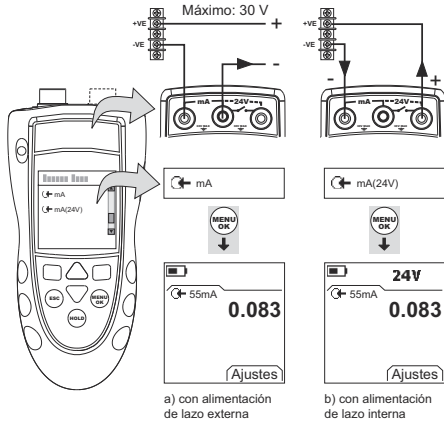

Figura 7: Ejemplo de configuración - Medición de mA
1. Conecte el instrumento (Figura 7) y, si es necesario, ajuste la opción Configurar (Tabla 1).
1. Sólo DP1802/802P. Conecte el instrumento al equipo de calibración (Figura 7).